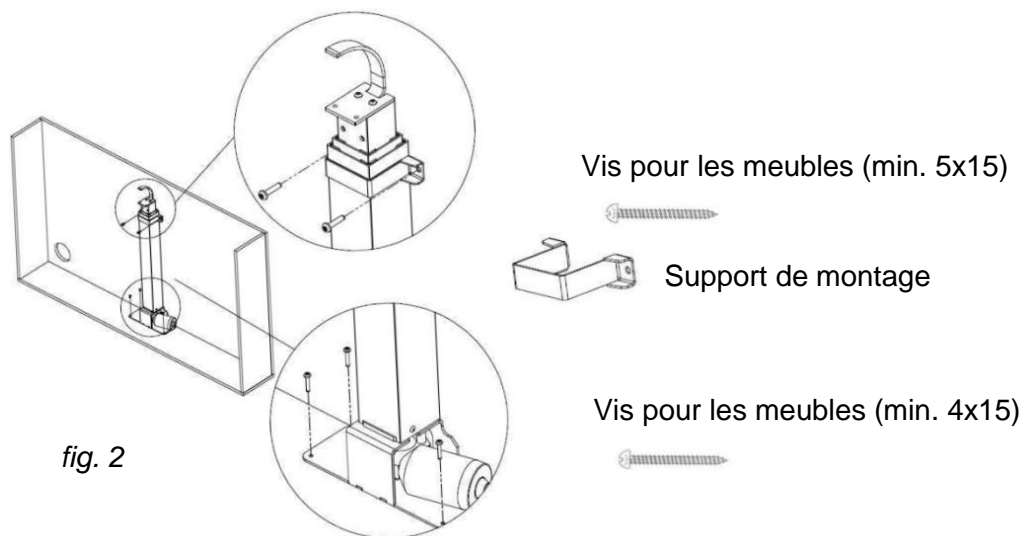

fig. 2
23. Utilisez le support de montage fourni et fixez la colonne à l'arrière du meuble (fig.2).
24. Fixez le levage au meuble à l'aide des vis (fig. 2)